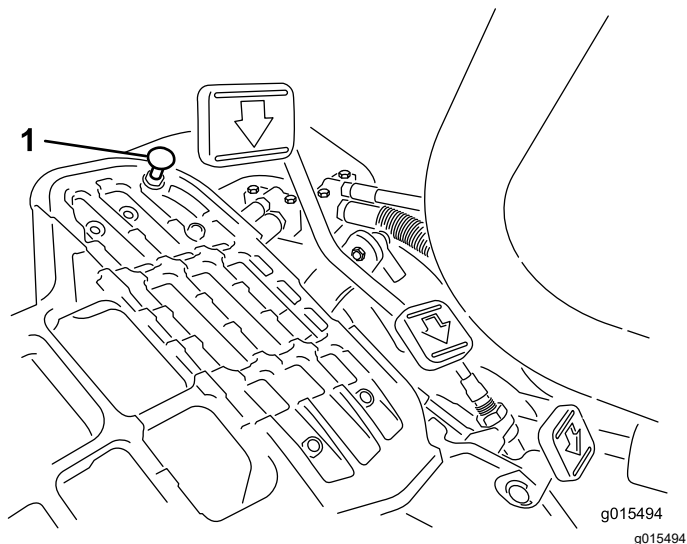

Figura 36
Para obtener la velocidad de transporte máxima, ponga la palanca de control funcional en la posición de TRANSPORTE y presione el pedal de tracción. Si el pedal hace contacto con el tope (Figura 36) antes de que sienta tensión en el cable, complete el siguiente procedimiento de ajuste:
1. Ponga la palanca de control funcional en la posición de TRANSPORTE y afloje la contratuerca que sujeta el tope del pedal a la chapa de suelo (Figura 36).